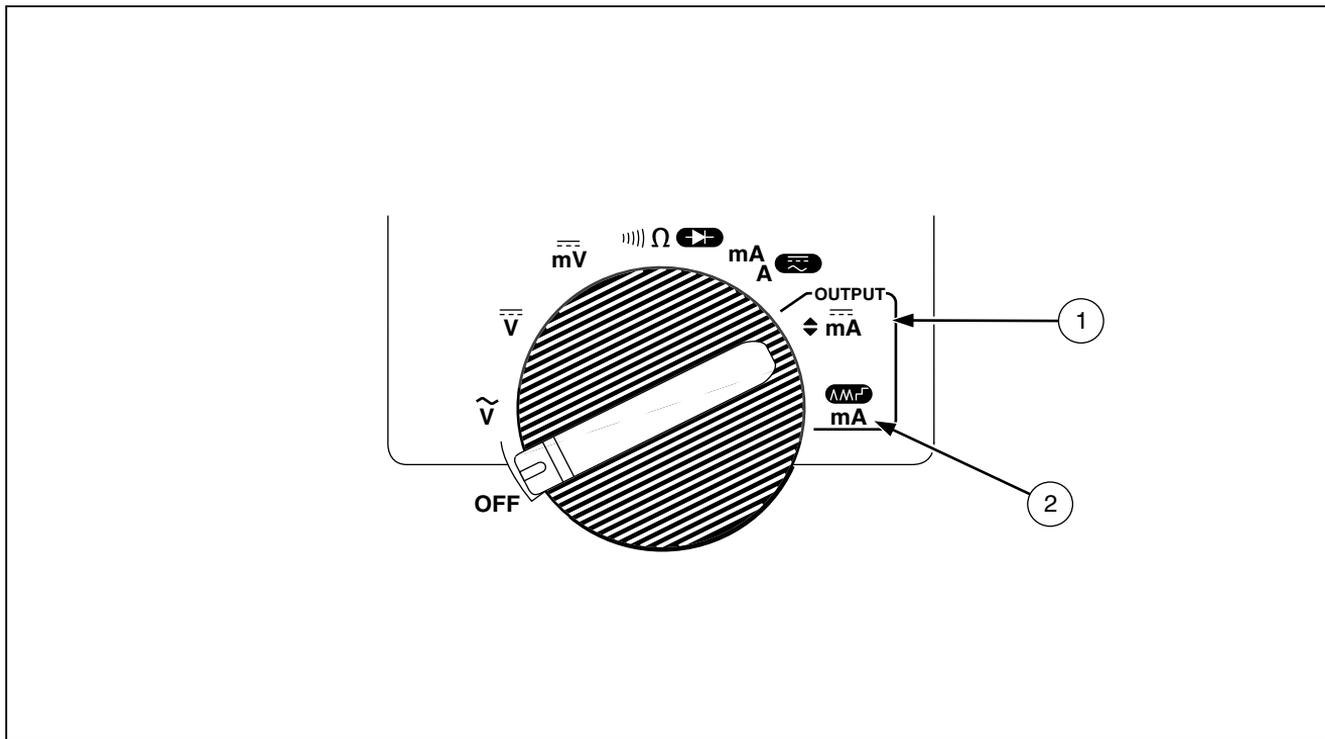

Figura 4. Posições do comutador rotativo para saída de mA
- Figura 4 e Tabela 4 descrevem as funções de saída das duas primeiras posições do comutador rotativo.